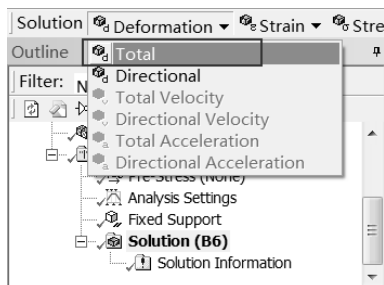

图 9-65 添加变形选项
Step2: 选择 Solution 工具栏中的 Deformation (变形) Total 命令, 如图 9-65 所示, 此时在分析树中会出现 Total Deformation (总变形) 选项。